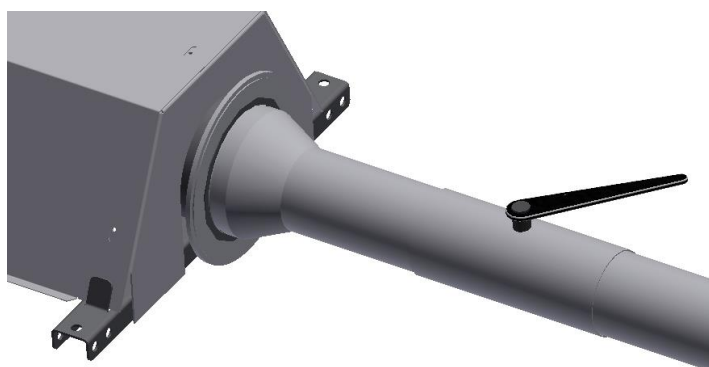

Рисунок 6.4.6 Монтаж компонентов подключения системы удаления продуктов сгорания ГИИ-TMT L
8. После того, как модуль горелки был переоборудован, соединительные компоненты системы отвода продуктов сгорания (переходной элемент и дроссельная заслонка) присоединить к излучателю. Переходную деталь установить с уплотнением на свободном фланце последней излучающей трубы (см. рисунок 6.4.6-6.4.7).